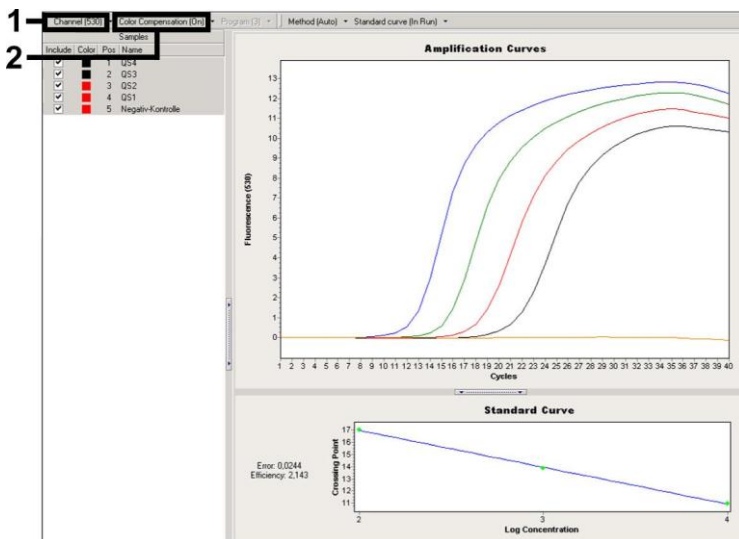

Fig. 16: Aktivering av *Color Compensation File* och val av fluorescenskanalen.
För analysen av PCR-data fortsätter du enligt följande (se Fig. 16):
- I programvaran 4.0 till *LightCycler*-instrumentet finns en fil som benämns *Color Compensation File*, vilken kompenserar för interferenser i flerfärgsanalyser mellan fluorescenskanaler. Öppna den här filen under eller efter PCR-körningen genom att aktivera *Color Comp (On/Off)* (Färgkomp. på/av) och sedan knappen *Select Color Compensation Data* (Välj färgkompensationsdata) (se Fig. 16). Om ingen *Color Compensation File* är installerad genererar du filen enligt anvisningarna i *användarhandboken till LightCycler*.